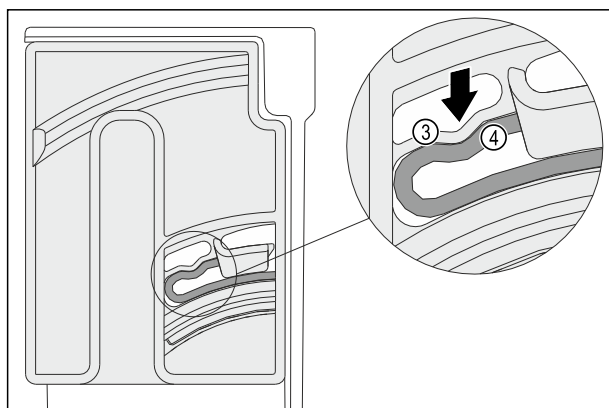

Fig. 120
- Еластичният елемент Fig. 120 (3) на завъртащото устройство се фиксира с щракване в кръглата форма на реброто Fig. 120 (4).